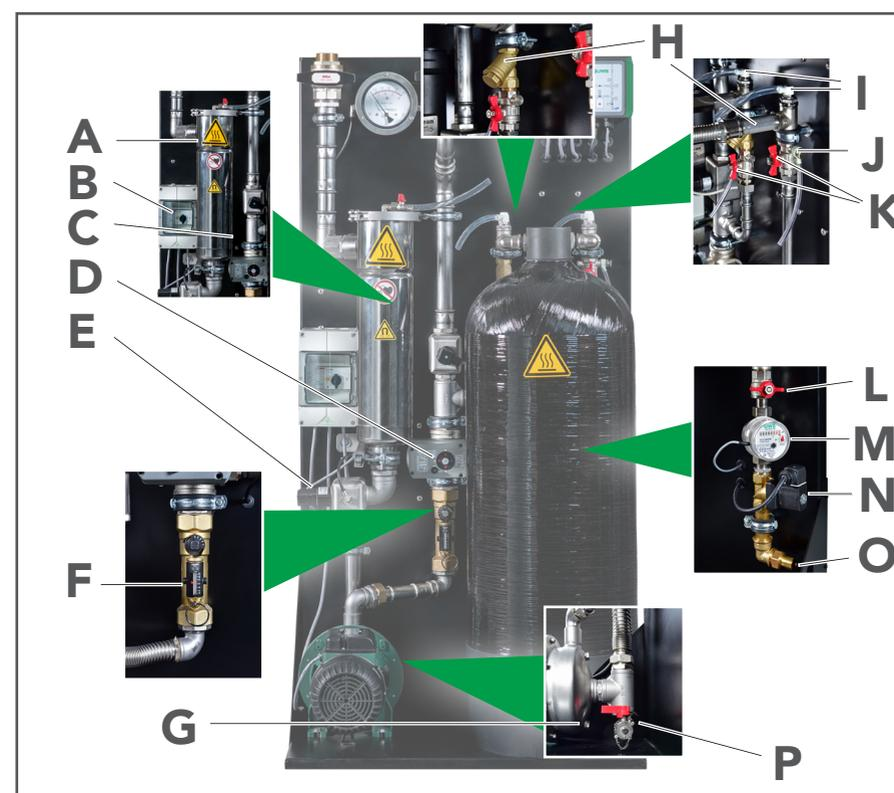

Fig. 3-2: Detailaanzichten
- E Detail, zie Fig. 3-2
- I Detail, zie Fig. 3-2